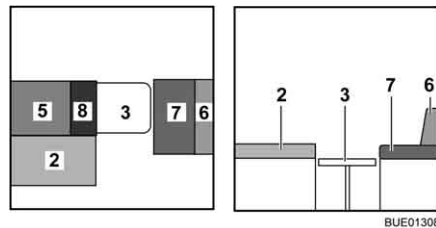

Bild 141 Under ombyggnaden
- Lägg extradynan (Bild 141,8) på bordet.